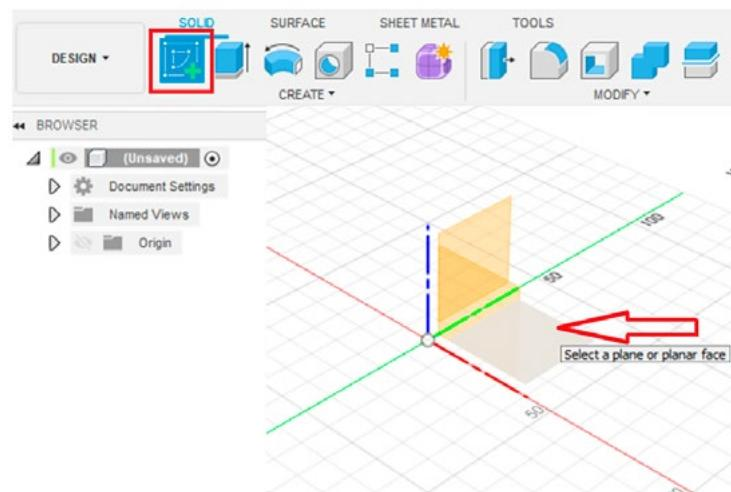

Рис. 2
- 2.1. На панели моделирования выберите панель инструментов CREATE SKETCH и укажите горизонтальную плоскость *xy* для построения эскиза (рис. 2).